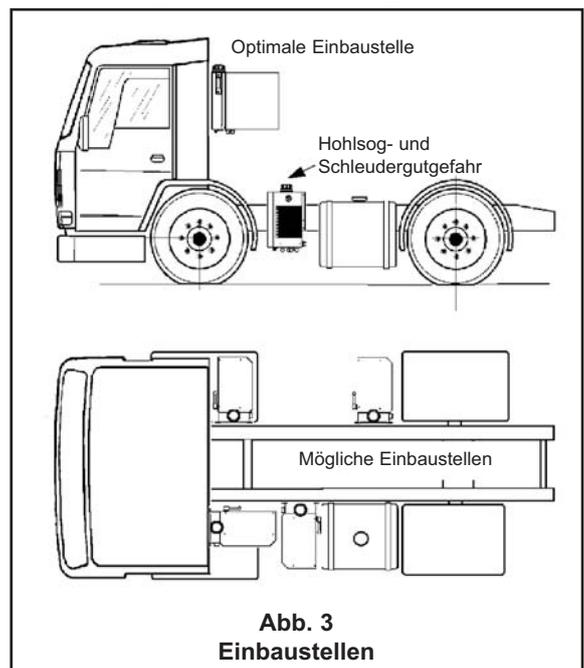

Abb. 3
2. Den HYDRIVE an mindestens 4 der 8 Montagebohrungen mit den mitgelieferten Vibrationsdämpfern montieren (Siehe Abb. 3 und 4 in der Montageanleitung). Der Minimalabstand zwischen zwei Befestigungspunkten muss 180 mm (7") betragen.
3. Den HYDRIVE nicht in der Nähe der Räder befestigen, um Spritzer von der Fahrbahn zu vermeiden und den Kühler vor hochspritzenden Fremdkörpern, Steinschlag u.ä. zu schützen (vgl. Abb. 3).